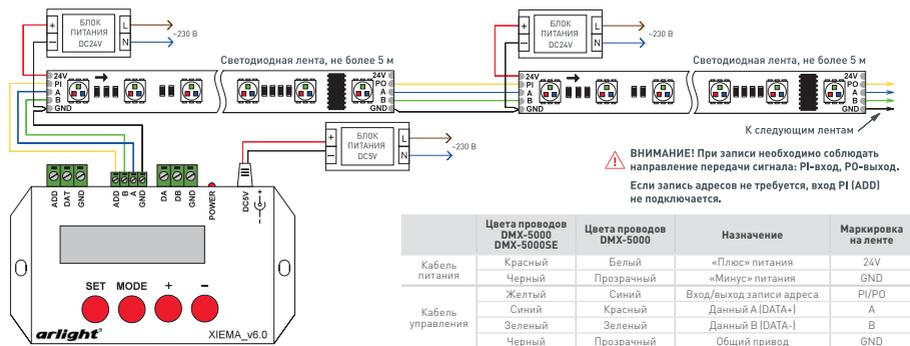

Рисунок 1. Схема подключения ленты на примере редактора адресов XIEMA_v6.0 и с использованием отдельных блоков питания.
- Подключите ленту в соответствии со схемой (рисунок 1). Соблюдайте полярность подключения и направление передачи сигнала (вход/выход). Обращайте внимание на маркировку, нанесенную на печатную плату, и на цвета соединительных проводов.
- Подключите ленту согласно схеме (рисунок 1).